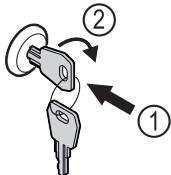

Fig. 140
- Вдавити ключ Fig. 140 (1).
- Повернути ключ на 90° за годинниковою стрілкою Fig. 140 (2).